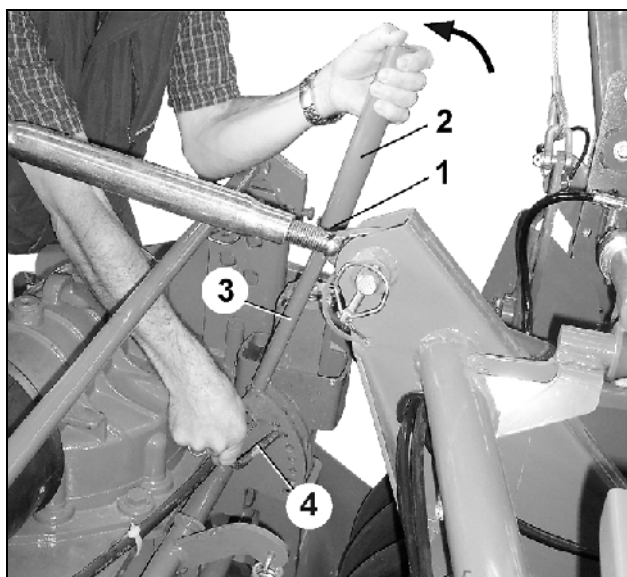

Fig. 105
- Ringsplitterne (Fig. 105/1) løsnes
- Forlængerstykket (Fig. 105/2) fjernes fra grebet (Fig. 105/3)
- Forlængerstykket drejes og monteres på grebet (Fig. 105) ved hjælp af ringbolt
- Den ønskede arbejdshøjde opnås ved at sikre indstillingen med ringsplitten (Fig. 105/4).